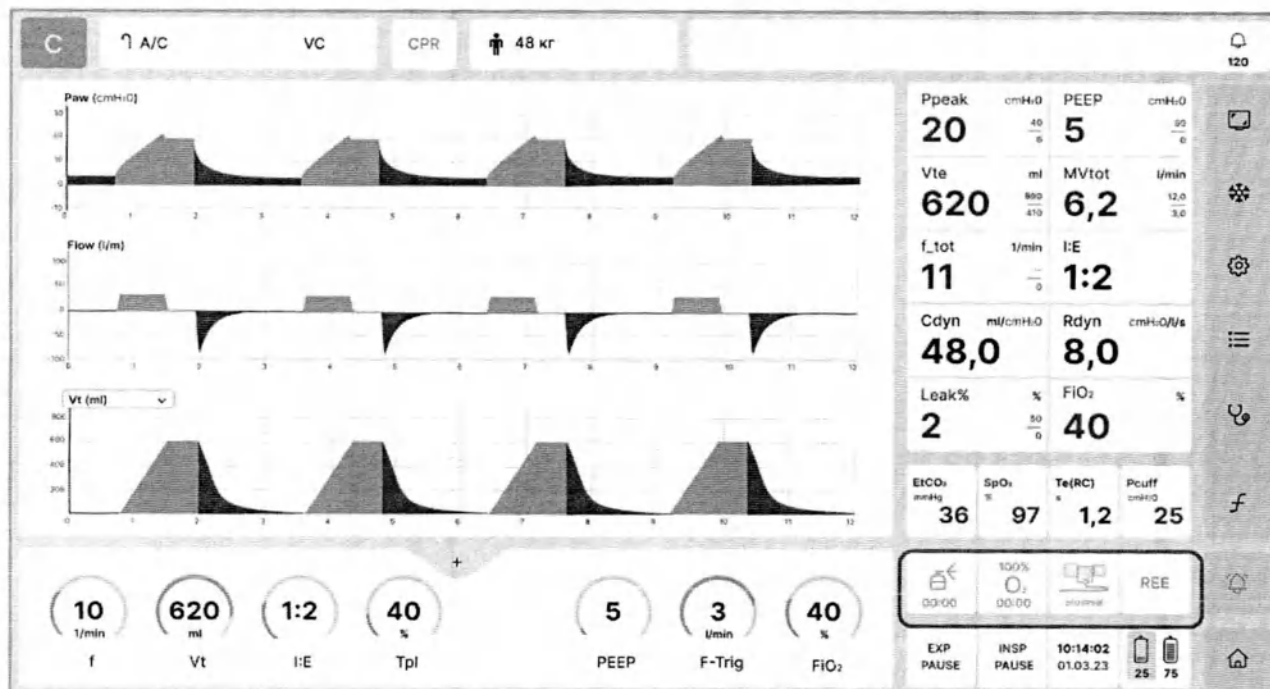
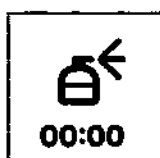

Рисунок 9.1 – Поле отображения активных процедур и функций
Рисунок 9.6 – Символ работы пневматического небулайзера
Аппарат отображает активные в текущий момент процедуры и функции с помощью символов в специальной строке основного экрана, состоящей из четырех полей (см. рисунок 9.1), которую можно прокручивать вправо или влево. В этой строке аппарат отображает активные процедуры и функции (символ отображается ярким цветом), а также выполненные процедуры или отключенные функции (символ отображается бледным цветом). При нажатии на символ активной процедуры или функции аппарат выводит на дисплей соответствующее окно управления.
- в поле активных процедур и функций (см. рисунок 9.1) появился символ работы пневматического небулайзера с таймером обратного отсчета (см. рисунок 9.6).